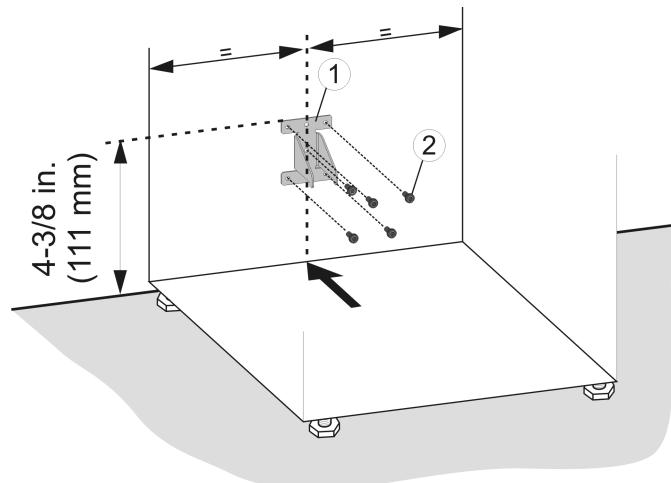

Fig. 34
- Monte el seguro antivuelco *Fig. 34 (1)* con los tornillos *Fig. 34 (2)* correspondientes.